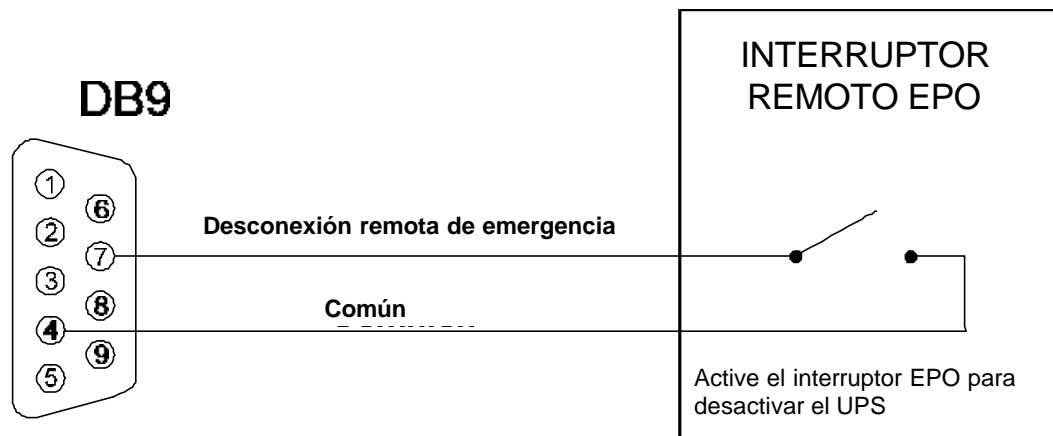

Figura 13
- El interruptor de Desconexión de Emergencia (EPO) de la sala de computadoras debe tener un juego de contactos **dedicados** que puedan hacer unpuente del Pin 7 al Pin 4 en el puerto de comunicaciones del UNITY/I. Use un cable de un solo par trenzado, blindado, para conectar el interruptor de Desconexión de Emergencia (EPO) al puerto de comunicaciones del UPS. Vea la Figura 13.